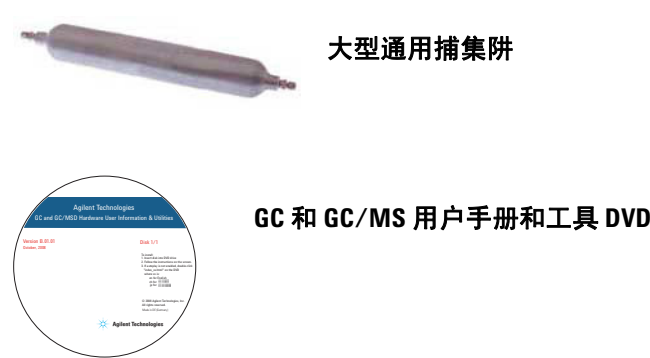

图 1 用户文档、运输工具箱和部件
- 2 打开 GC 的包装。找到工具、消耗品和硬件用户信息与实用程序 DVD。请参见图 1。